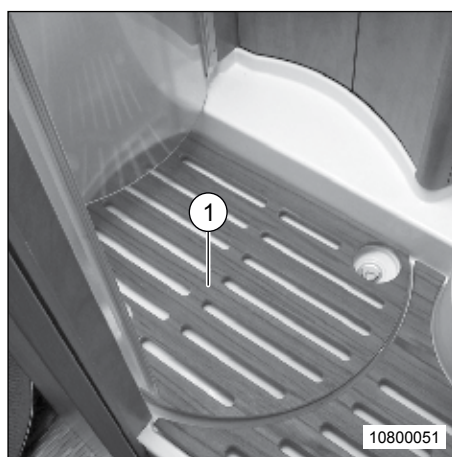
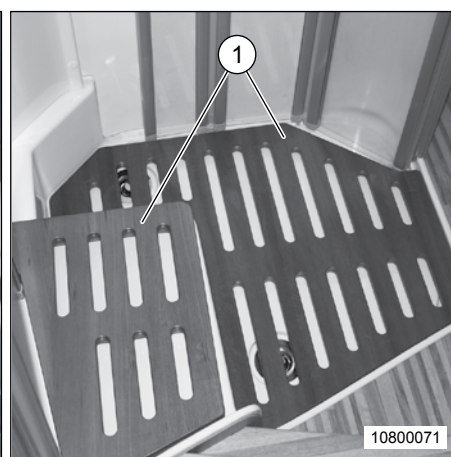

Fig. 114 Caillebotis receveur de douche (modèle T)
Fig. 115 Caillebotis receveur de douche (modèle I)
- Selon le modèle, le receveur de douche est équipé de caillebotis en bois (Fig. 114 et Fig. 115, Pos. 1) qu'il faut retirer avant de prendre une douche.